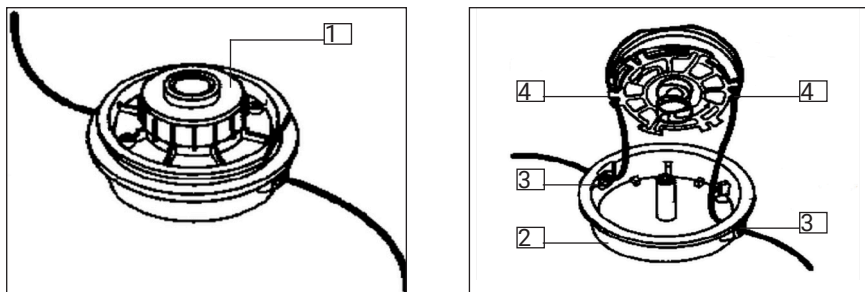

Рис. 3
5.1 Замена лески. (рис. 3)
В случае если леска закончилась на катушке режущей головки (рис. 3), необходимо:
- открутить внешний фиксатор (рис. 3, поз. 1);
- аккуратно снять внешнюю крышку катушки (рис. 3, поз. 2);
- отмерить необходимое количество лески диаметра указанного в таблице с техническими данными руководства по эксплуатации и намотать её на катушку, как показано на рис. 3.;
- установить оба конца лески в специальные направляющие пазы (рис. 3, поз. 4) катушки;
- продеть леску через выходные отверстия (рис. 3, поз. 3) внешней крышки катушки,
- установить верхнюю крышку (рис. 3, поз. 2) и зафиксировать ее внеш-
ним фиксатором (рис. 3, поз. 1).